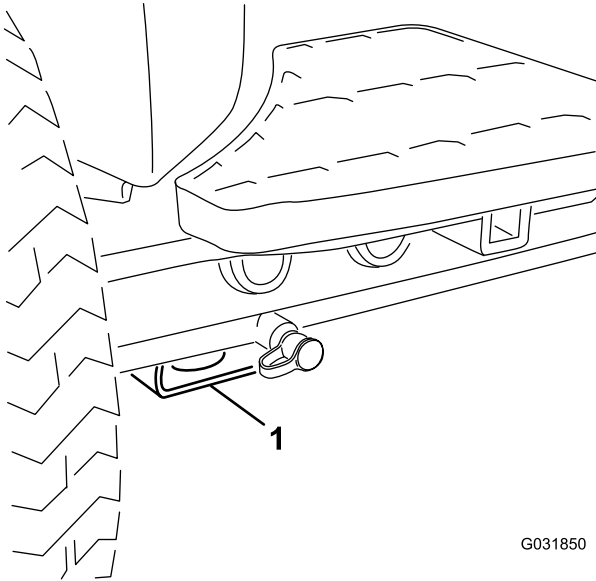

Bild 46
- **Vorderseite der Maschine:** Loch im rechteckigen Polster unter dem Achsenrohr in jedem Vorderreifen (Bild 46).